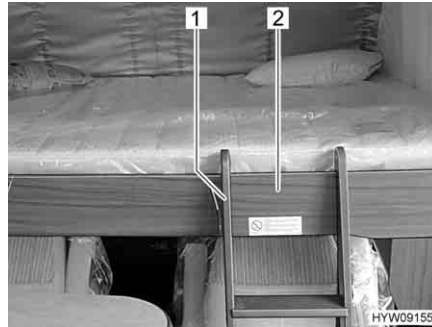

Fig. 101 Scaletta di accesso (letto basculante)
- Agganciare la scaletta di accesso (Fig. 101,1) con entrambe le staffe al bordo (Fig. 101,2) del letto basculante. Durante l'aggancio prestare attenzione affinché le staffe vengano posizionate mediante i dispositivi di fissaggio interni. Questo serve a impedire che la scaletta di accesso scivoli di lato.
- Staccare la scaletta di accesso (Fig. 101,1) dal bordo (Fig. 101,2) del letto basculante.